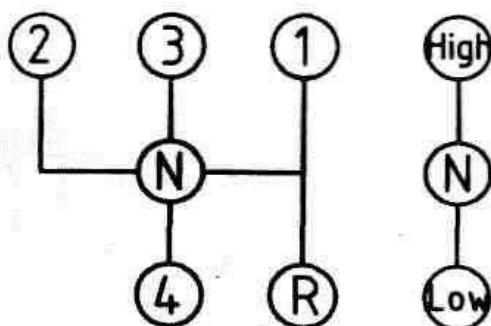

Рис.2. Схема переключения передач КПП.
**Главный рычаг переключения** размещен в центре коробки передач. И рычаг переключения режима скорости - справа от коробки передач, перемещение его вперед (от себя), чтобы получить повышенную скорость, и назад (на себя), чтобы получить пониженную скорость (см. Рис. 2).